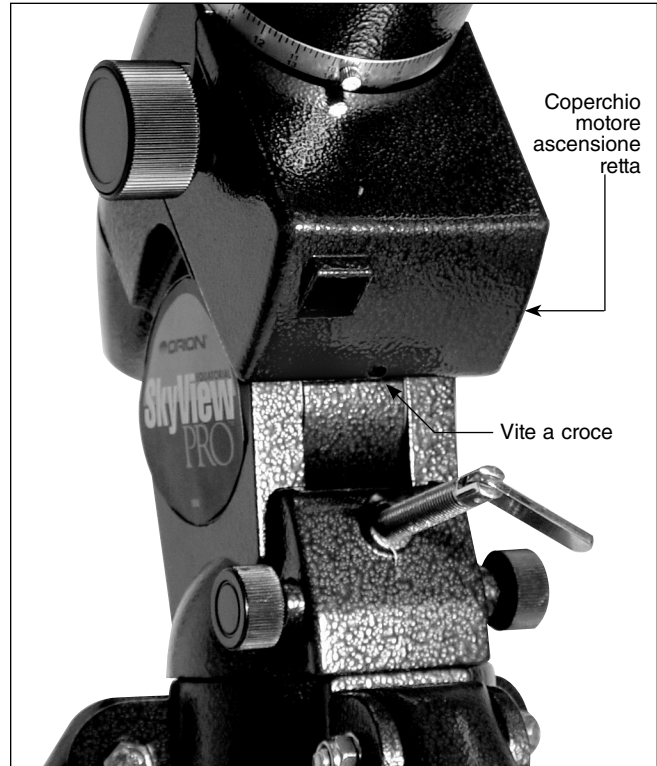

Figura 2. Coperchio motore ascensione retta
1. Rimuovere il coperchio del motore dell'ascensione retta della montatura allentando la vite a croce sul fondo del coperchio (**Figura 2**). Far scorrere il coperchio e sfilarlo dalla montatura.